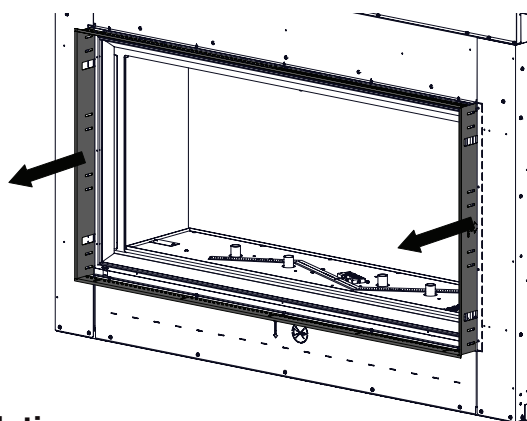

Fig. 2
2. Retirez la garniture de finition en dévissant les vis et en la faisant glisser hors de l'appareil (**Fig. 2**).
2. Remove the finishing trim by removing the screws and sliding it out of the appliance (**Fig. 2**).